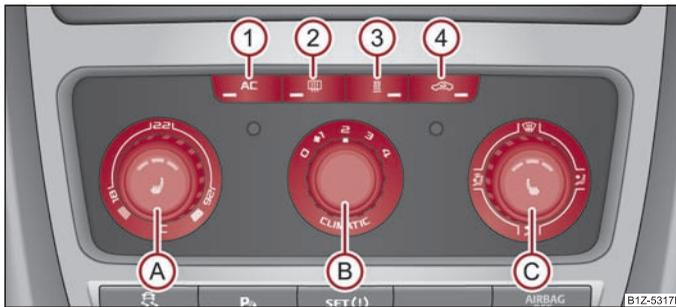

Fig. 107 Climatic: Eléments de commande
Le refroidissement ne fonctionne que si la touche  ⇒ page 101, fig. 107  est enfoncée et les conditions ci-après remplies:
- Faites tourner le régulateur rotatif (A) ⇒ fig. 107 vers la droite pour augmenter la température.
- Faites tourner le régulateur rotatif (A) vers la gauche pour abaisser la température.
- Appuyez sur la touche (AC) (1) ⇒ fig. 107. Le témoin s'allume dans la touche.
- On arrête le refroidissement en appuyant de nouveau sur l'interrupteur (AC). Le témoin s'éteint dans la touche.
- Appuyez sur la touche  (4) ⇒ page 101, fig. 107, le témoin s'allume dans la touche.
La circulation d'air de recyclage s'arrête automatiquement si l'on met le régulateur de diffusion d'air  sur la position  ⇒ page 101, fig. 107 En réappuyant plusieurs fois sur la touche , vous pouvez réenclencher le recyclage de l'air dans cette position également.